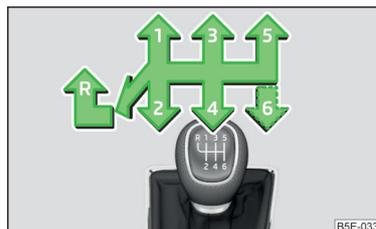

Abb. 130
Auf dem Schalthebel sind die einzelnen Gangstellungen dargestellt » **Abb. 130**.
- › Den Schalthebel völlig nach links und dann nach vorn in **R**-Stellung stellen » **Abb. 130**.